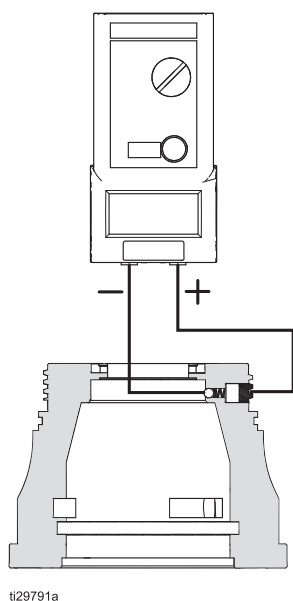

FIG. 18 Résistance du boîtier avant
3. Si la résistance est $<0,1$ mégohm, assembler à nouveau et tester tout l'applicateur. S'assurer que les contacts à ressort sont propres et en contact avec la surface de couplage. Voir FIG. 18.